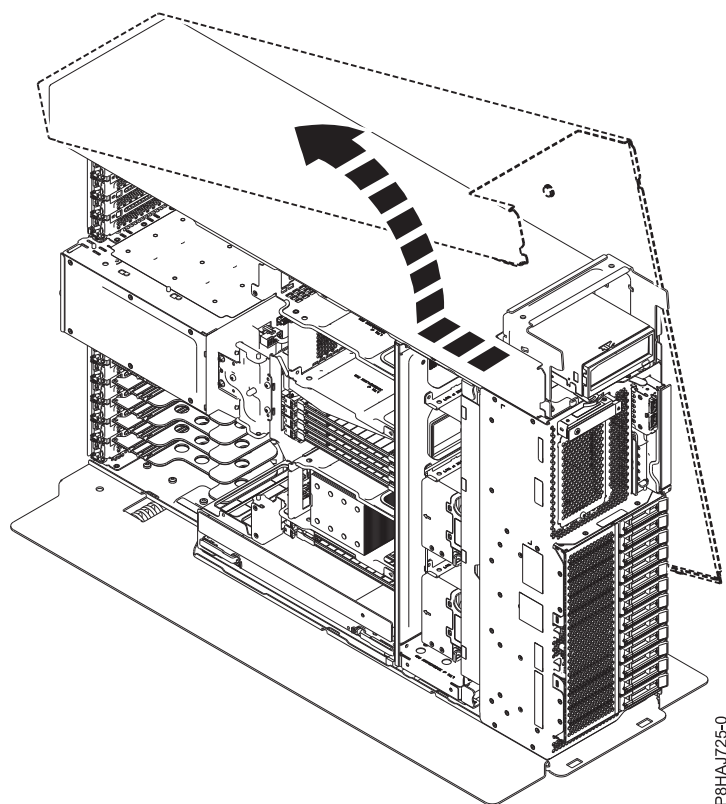

Figura 29. Remover a tampa lateral de 8286-41A
5. Deslize a tampa lateral para fora do sistema na direcção demonstrada em Figura 29.